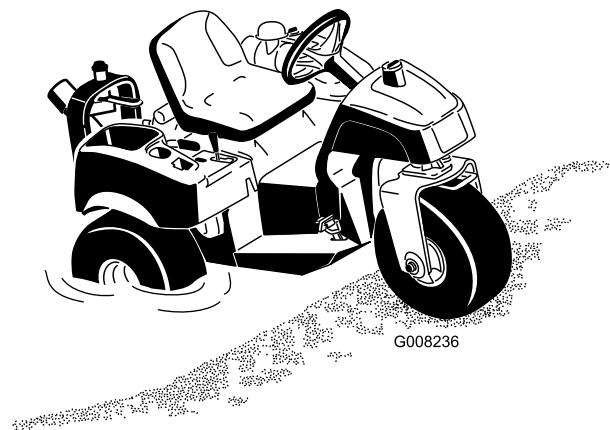

Figura 11
1. Ligue a Sand Pro e, lentamente, de costas para a parte de menor profundidade da banca. Não conduza em água que seja mais profunda do que os cubos da roda da Sand Pro (Figura 11).